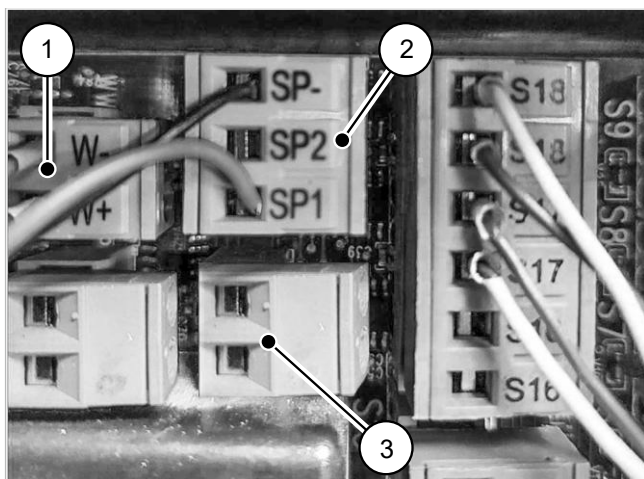

Fig. 35: Aansluitingen op netprint SC-3
- Sluit de signaalkabel aan op de uitgang WW (O5) (zie → Fig. 35)
- De gasbrander wordt gemoduleerd via uitgang O1 (zie → Afb. 35). Sluit de modulatieaansluitingen aan op een tweepolige contactdoos en steek ze in uitgang O1.